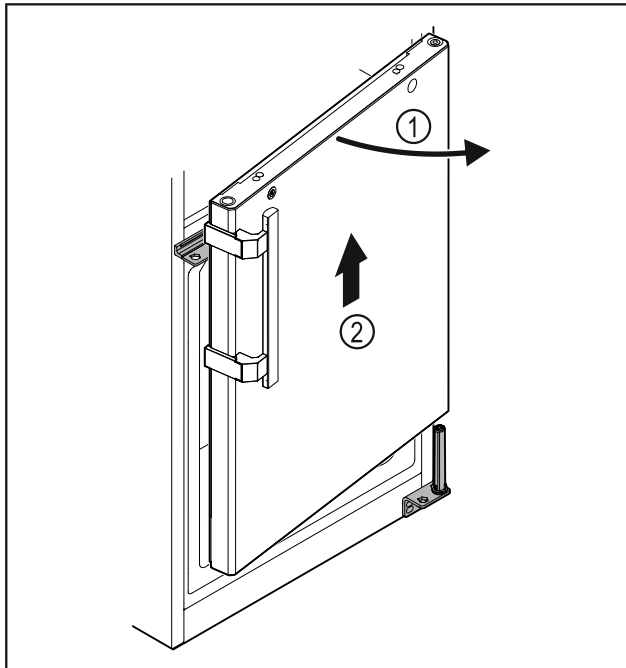

Fig. 28
- Ouvrir légèrement la porte, la soulever Fig. 28 (1) droite d'environ 200 mm et la retirer Fig. 28 (2).